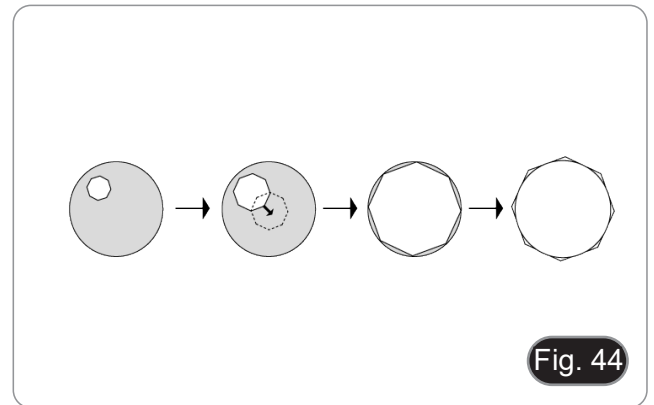

Fig. 44
4. Utilizando a chave Allen fornecida, usar os dois parafusos centrados ④ para trazer o ponto brilhante para o centro do campo de visão.
5. Abra gradualmente o diafragma inserindo a alavanca ①. O diafragma é centralizado quando a imagem do diafragma é simétrica às bordas do campo de visão. (Fig. 44)